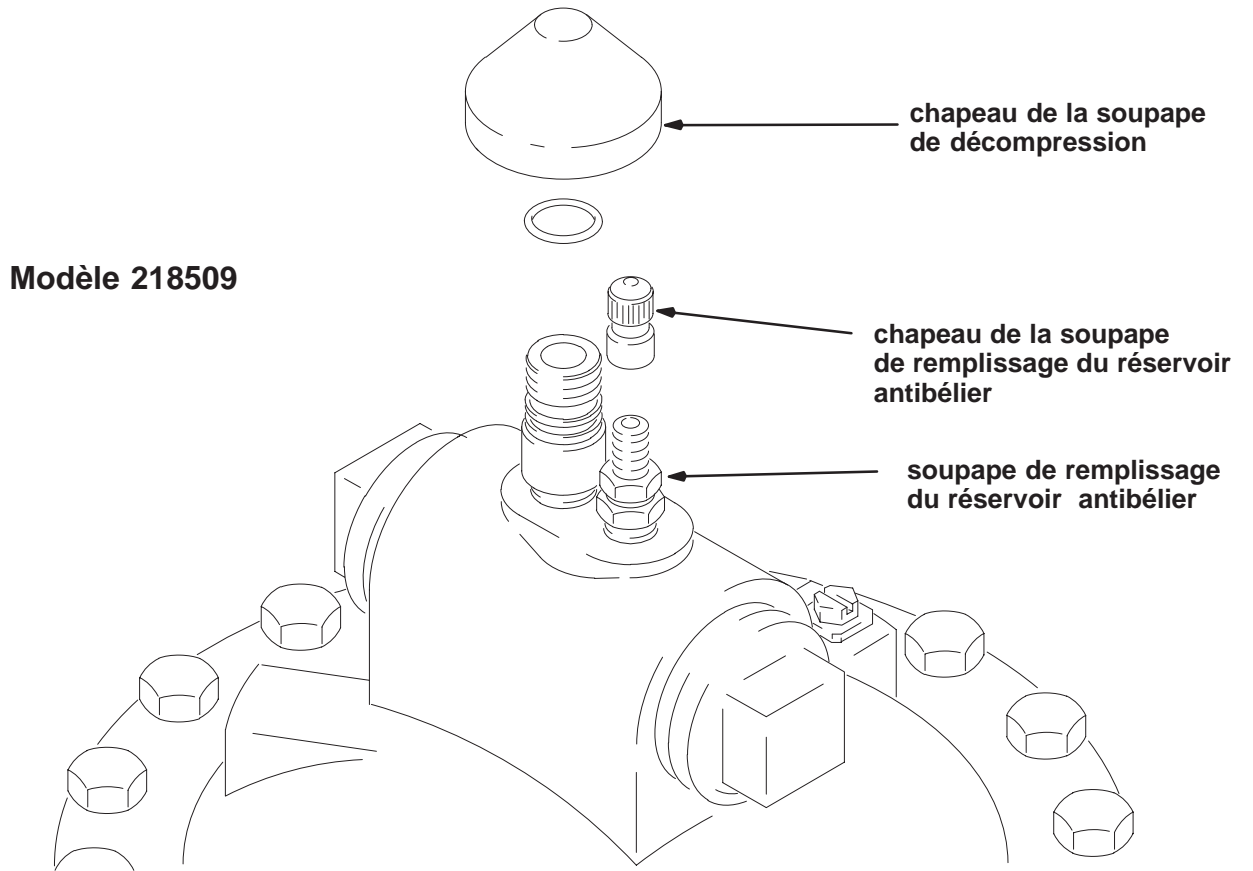

Fig. 5
2. Retirer le chapeau de la soupape de décompression et le chapeau de la soupape de remplissage du réservoir. Voir Fig. 5.